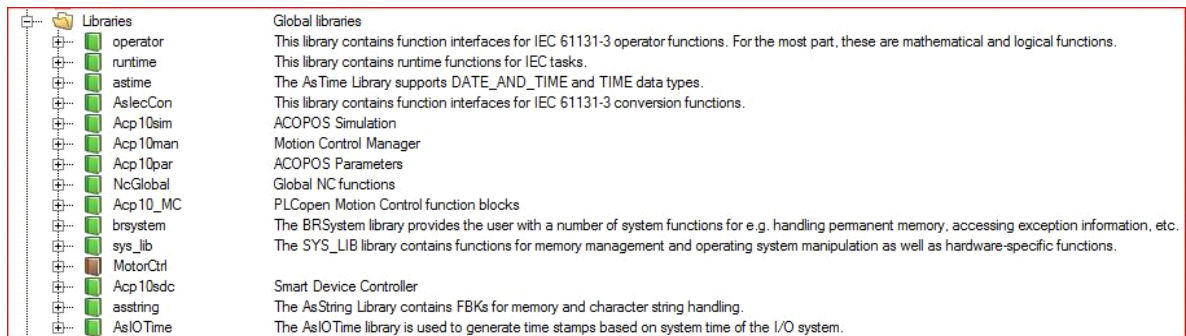

Рис. 2 Библиотеки
- Были добавлены в проект необходимые библиотеки (Рис.2) и также добавлены конфигурационные таблицы для создания оси. Для создания SDC-оси добавлены библиотеки Asp10, а также создан в конфигурации